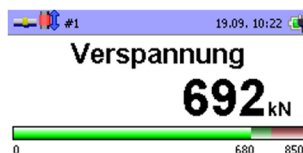

Abb. 51: Anzeige Bedieneinheit
⇒ Die erreichte Zugkraft liegt im Toleranzfenster und die Bedieneinheit (BE) zeigt Abb. 51.